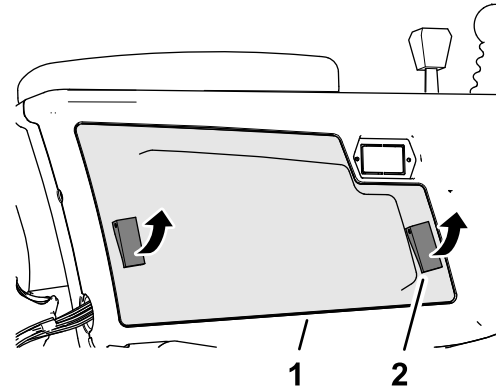

图 86
2. 打开将控制臂盖子固定到控制臂的 2 个门锁然后拆下盖子 图 86。